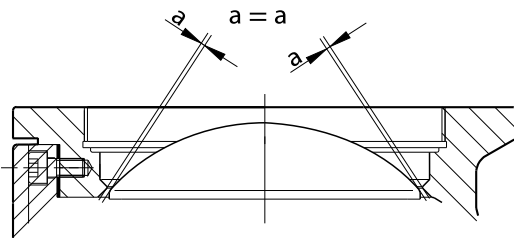

Fig.6-14 Segmento de esfera central
2. Asegurarse que el segmento de esfera esté centrado en el cuerpo de la válvula. El segmento de esfera no debe estar con mucho juego o muy apretado. Debe haber un espacio de igual tamaño alrededor de todo el segmento de esfera. Esto puede verificarse con mayor precisión con un calibrador de separaciones en el extremo correspondiente del eje (→ Fig.6-14). Ajustar la posición del segmento de esfera con la ayuda de espaciadores. Consultar (→ Cap.6.11).